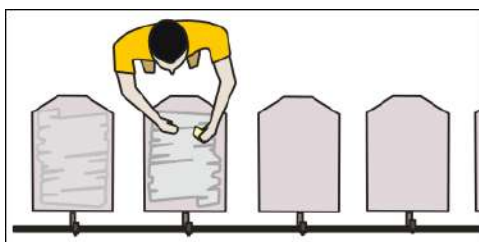

Imagen 330\_2
**3-** Aplicar adhesivo de mesón a las paletas si el anterior ya está desgastado (Imagen 330\_2)